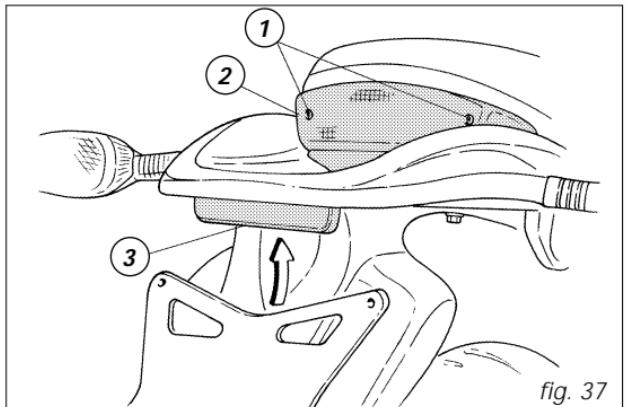

fig. 37
Feux stop (fig. 37)
Pour remplacer l'ampoule du feu stop et de position, il faut desserrer les deux vis (1, fig. 37) bloquant l'optique (2) et retirer celle-ci. Cette lampe a une douille à baïonnette. Pour l'extraire il faut l'enfoncer et la tourner en sens inverse des aiguilles d'une montre. Pour insérer l'ampoule neuve, il faut l'enfoncer et la tourner dans le sens des aiguilles d'une montre jusqu'à son encliquetage en place. Remontez l'optique.
Eclairage de plaque à numéro (fig. 37)